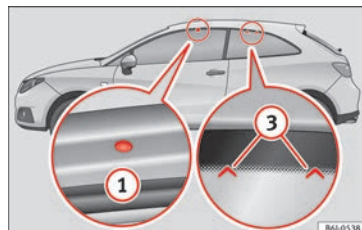

Abb. 151 Modell IBIZA SC: Befestigungspunkte der Längsträger für den Dachgepäckträger.
Die vorderen Befestigungspunkte ① sind nur bei geöffneten Türen sichtbar; die hinteren Befestigungspunkte ③ sind am oberen Rand der Seitenfenster mit Pfeilspitzen markiert »» **Abb. 151.**